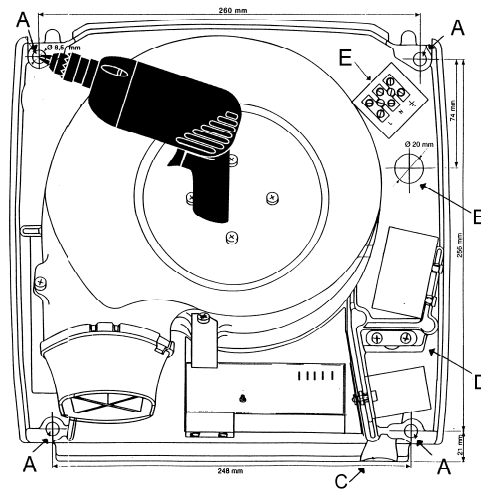

Fig. 1
- ❶ Befestigung der Bohrschablone (Fig. 1) in Waage an der Wand mit Selbstklebeband.
- ❷ Zeichnung durchbohren im Zentrum der Markierungen "A" (4 Löcher). Bohrlochgröße passend für Dübel für 8 mm Schrauben.
- ❸ Dübel in Bohrlöcher versenken und die Montageplatte mittels 8 mm Schrauben gut befestigen.
- ❷ Zeichnung durchbohren im Zentrum der Markierungen "A" (4 Löcher).
- ❸ Die Montageplatte mittels 8 mm Schrauben an der relevanten Fläche gut befestigen. Für Gipswände entsprechende Dübel verwenden.
- ❶ Bei direktem Elektroanschluss mit Unterputzkabel oder Kabeldose direkt hinter der Geräte-Montageplatte erfolgt Kabelführung durch das Loch "B" (Fig. 1) in der Montageplatte mit Anschluss an der Anschlussklemme "E". Anschluss mit 3 Adern mit Querschnitt von min. 1,5 mm² pro Leitung, empfohlene Länge 150 mm (7 mm abisoliert).
- ❷ Wenn der Anschluss wie unter Pkt.❶ beschrieben nicht möglich ist: Bei der festen Installation vom Unterbrecherkontakt im Wandbereich das lockere isolierte Kabel durch das Loch "C" im Boden der Montageplatte führen. Das isolierte Kabel weiterführen durch den Entlastungsbügel "D", der danach wieder fest anzuschrauben ist, und an der Klemme "E" anschließen. Anwendung von max. 1,5 m langen, 3-adrigen Kabeln mit Erdleitung, Querschnitt pro Leitung min. 1,5 mm². Vor Befestigung des Gehäuses an der Montageplatte ist die kleine Aussparung im Boden des Gehäuses mit einer Zange und einer Feile zu entfernen, damit das kleine Loch von allen Gerten und scharfen Kanten frei ist.